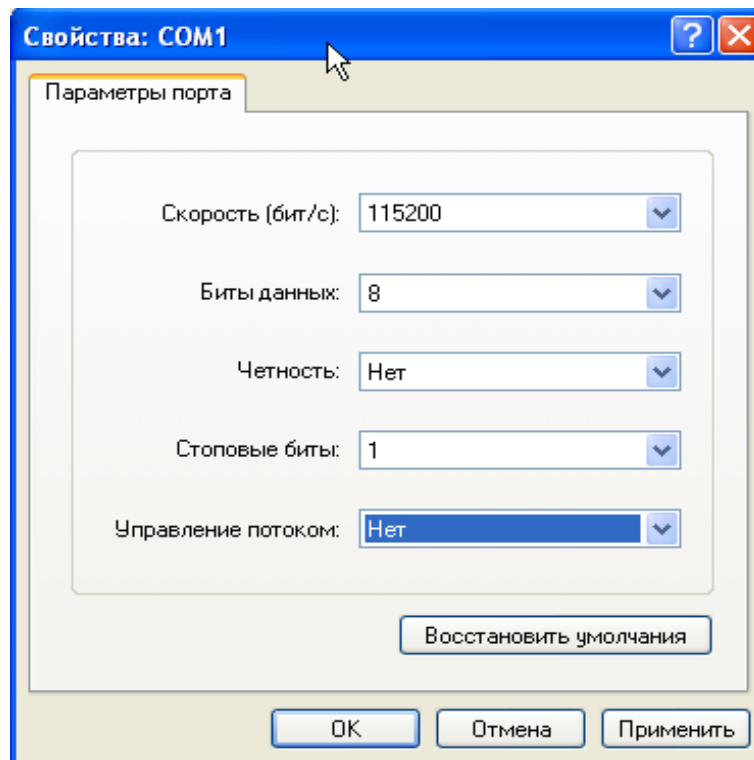

Рисунок 9 - Установка параметров COM-порта
2. Запустить терминальную программу и настроить СОМ-порт (см. рис. 9):